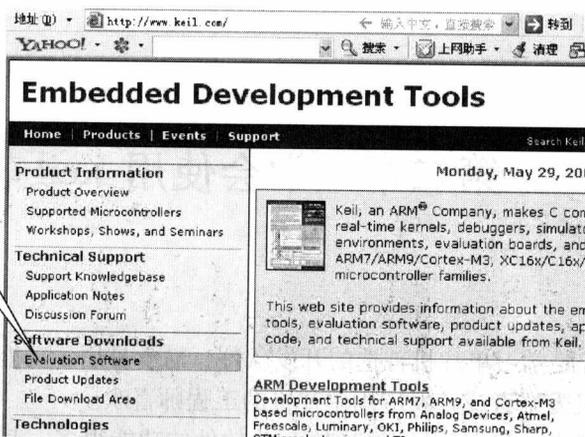
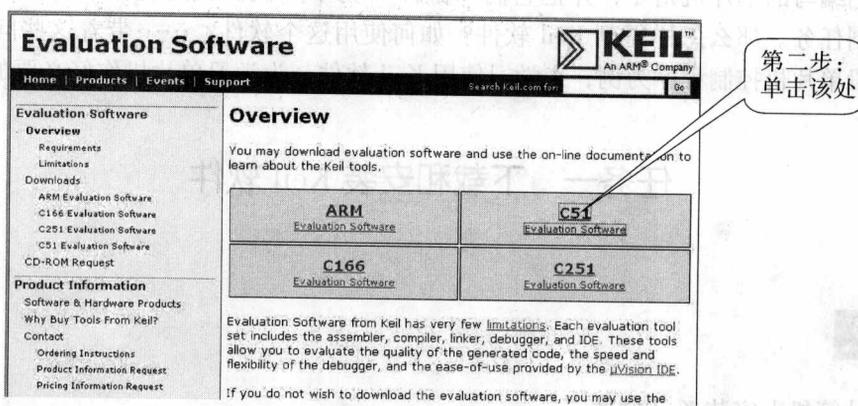

图 2-1-1 下载界面 1
图 2-1-2 下载界面 2
**第一步：**进入 <http://www.keil.com> 网站，出现如图 2-1-1 所示的下载界面，在其 Software Downloads 区，点击“Evaluation Software”后进入图 2-1-2 所示的下载界